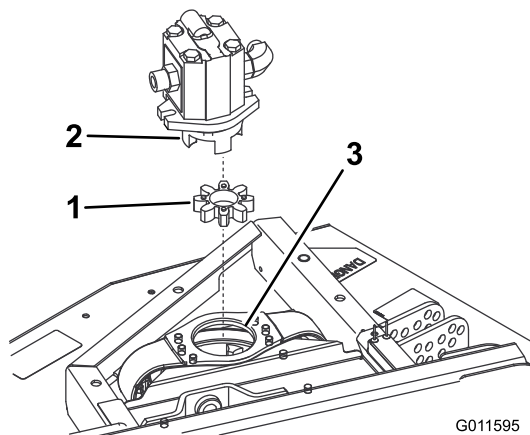

Figuur 1
2. Verwijder de bouten waarmee de hydraulische motor is bevestigd aan het maaidek (Figuur 1). Haal de motor uit het maaidek en leg deze op een schoon oppervlak. Zorg dat de motor niet in de weg ligt. Zorg ervoor dat u de aluminium koppeling niet beschadigt.